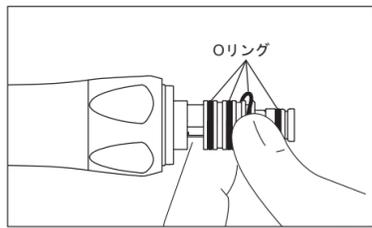

図12
- 不良Oリングを指先でたるみ付けて取り外してください。(図12)